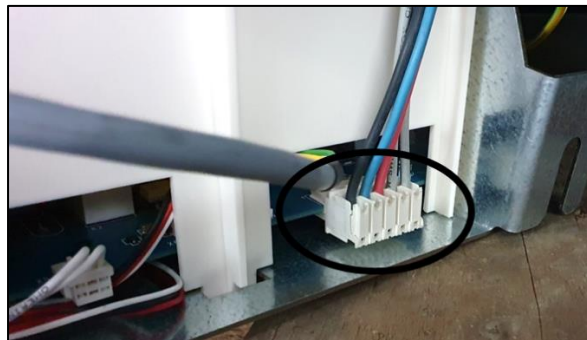

Fig.2.8
16. Connectez le câble adaptateur du moteur (Fig.2.8).